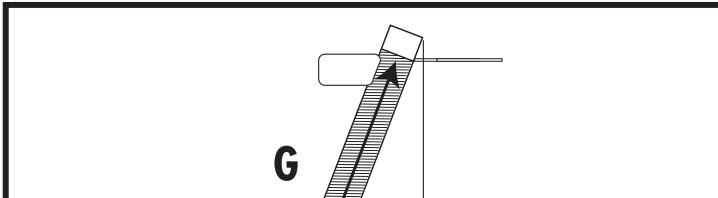

FIGURE 10
1. Using correct size round file, apply pressure horizontally into cutter filing in direction of arrow [G] (Figure 10).
1. A l'aide d'une lime ronde à dimension, appuyer horizontalement sur le tranchant en linant dans la direction de la [G] (Figure 10).